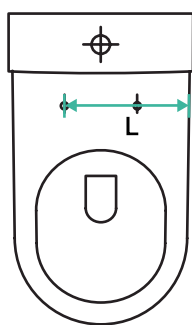

Рис. 3
3. В зависимости от размера L (рис. 3) установите монтажную накладку смесителя на санитарно-техническое изделие подходящим способом: используя стандартный (рис. 3а) или консольный (рис. 3б) вариант крепления:
Рис. 3а
Рис. 3б